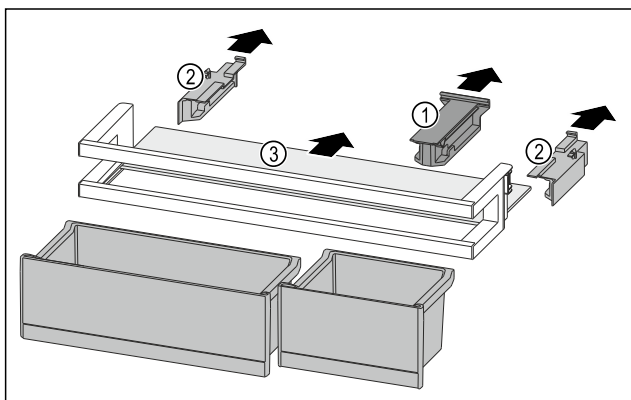

Fig. 195
- Držák Fig. 195 (1) stáhněte.
- Boční díly Fig. 195 (2) stáhněte.
- Odkládací plochu Fig. 195 (3) odeberte.